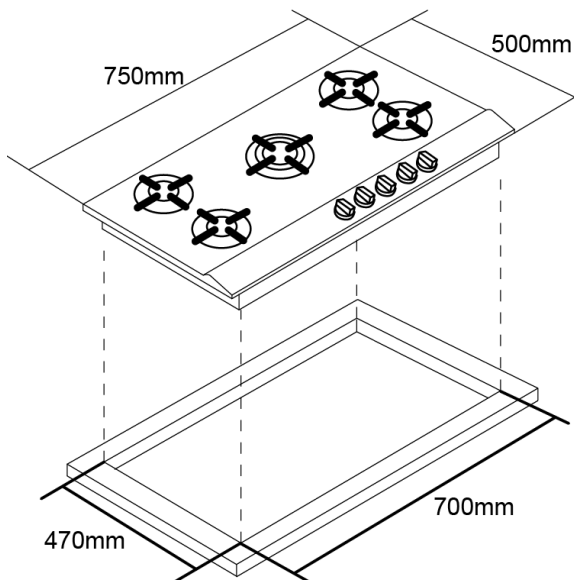

Figura 3
5. Realice sobre la superficie donde va a instalar su encimera una demarcación con las medidas indicadas en la Figura 3.